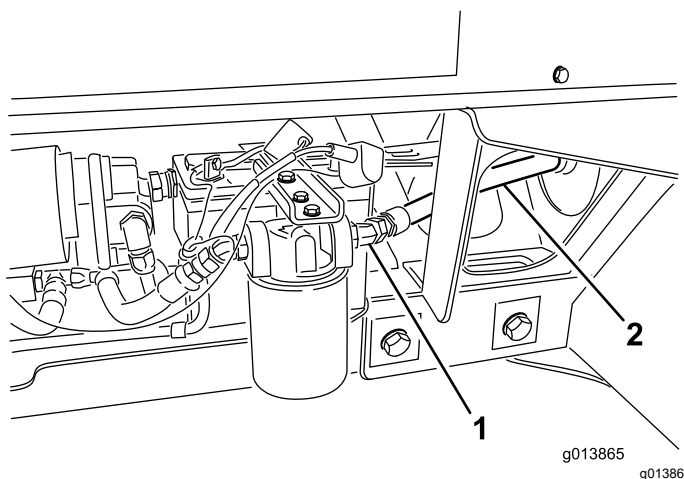

Figura 11
- Conecte la manguera hidráulica N.º 3 a la salida del filtro (Figura 11).